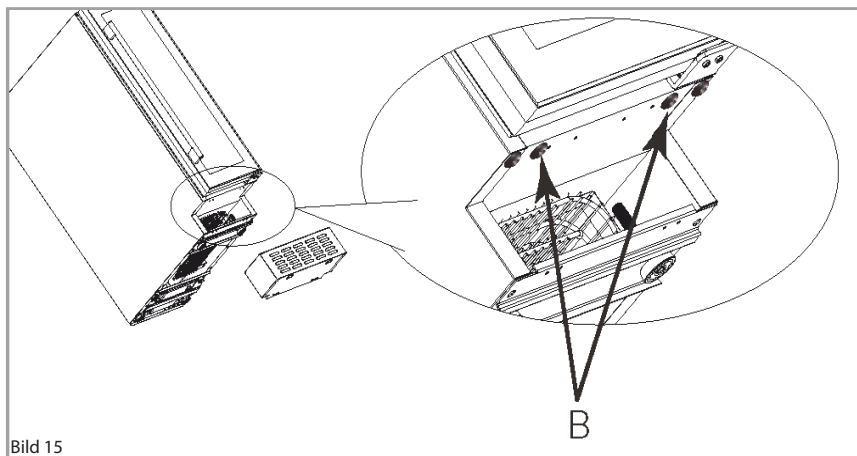

Bild 15
5. Ta bort skruvarna (om närvarande) som visas med pilar och är markerade som "B" på bild. 15. Dessa behövs inte.